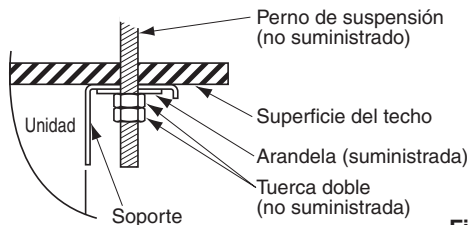

Fig. 3-14
- (6) Realice los preparativos para suspender la unidad interior. El método de suspensión variará dependiendo de si hay un techo suspendido o no. (Figs. 3-14 y 3-15)
- (7) Suspnda la unidad interior de la forma siguiente:
- a) Instale el soporte en el perno de suspensión. Péguelo en la superficie del techo. (Fig. 3-14~3-16)